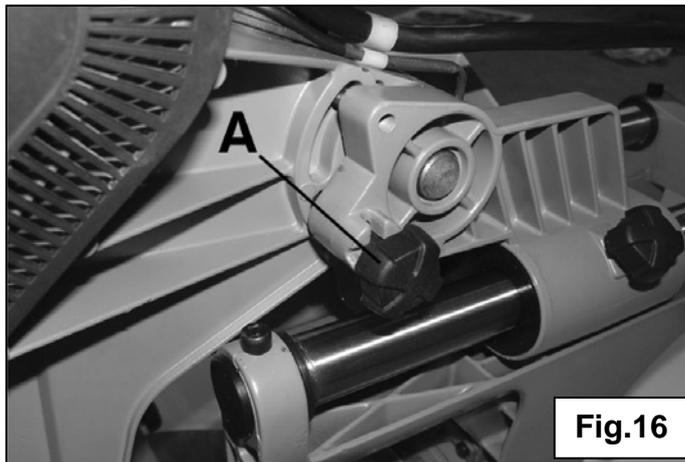

Fig.16
2. Tirate e ruotate il pomello di bloccaggio **Fig.16.**
2. Tirate e ruotate il pomello di bloccaggio **(A) Fig.16.**